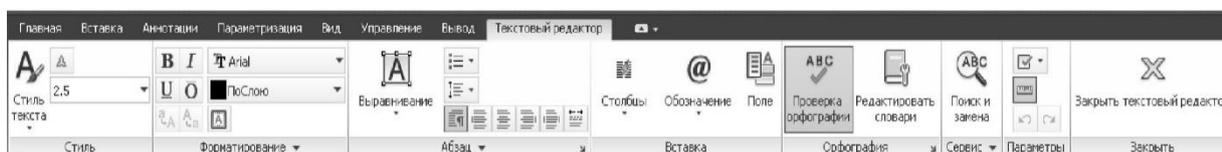

Рисунок 2.16 Текстовый редактор
- 4 Текстовый редактор включает в себя панели «Стиль», «Форматирование текста», диалоговое окно «Абзац», меню «Столбцы» и параметры редактора (рис. 2.16).